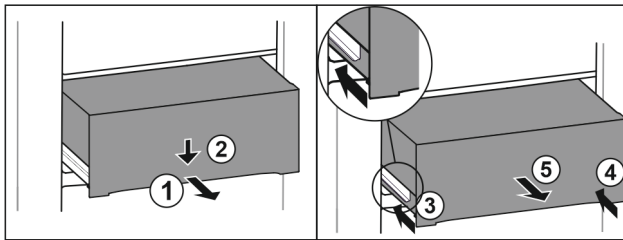

Fig. 84
- ▶ Estrarre il cassetto a metà. Fig. 84 (1)
- ▶ Premere il cassetto sul lato anteriore verso il basso. Fig. 84 (2)
- ▶ Spingere la guida sinistra di circa 2 cm verso l'interno. Fig. 84 (3)
- ▶ Spingere la guida destra di circa 2 cm verso l'interno. Fig. 84 (4)
- ▶ Rimuovere il cassetto tirandolo in avanti. Fig. 84 (5)